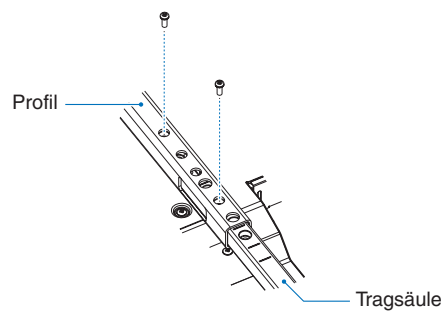

Abbildung 2
2. Fixieren Sie die Tragsäule mit den beigelegten Schrauben im Profil. Drehen Sie die Schrauben in die beiden Schraubenbohrungen im Profil ein (**Abbildung 2**).